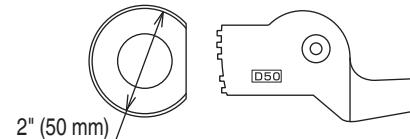

Fig. 58
5. Juego de rodillo central (D 50) (Fig. 58) (Nº de código 321446)